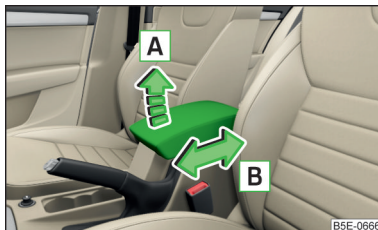

Fig. 87
- › Para el **ajuste de altura**, elevar el apoyabrazos en el sentido de la flecha A en una de las posiciones de retención » fig. 87.